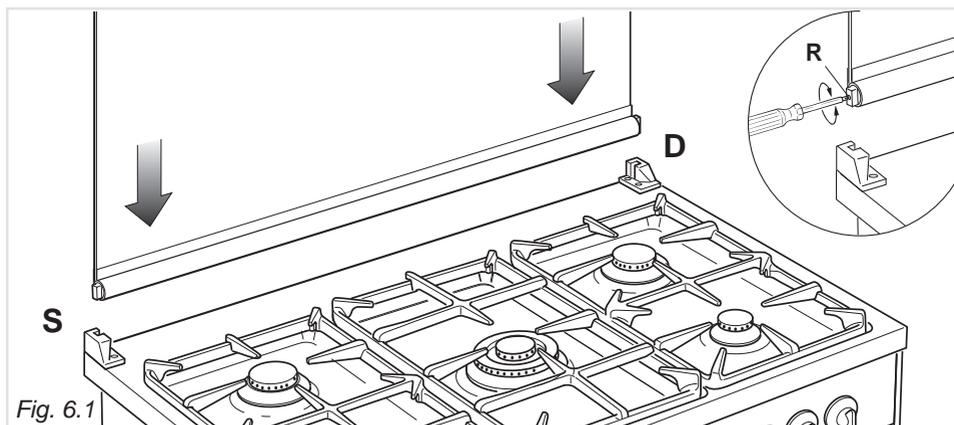

Fig. 6.1
- nella sede destra deve essere montata la cerniera con la stampigliatura “D” mentre nella sede sinistra la cerniera con la stampigliatura “S” (Fig. 6.1)
Eventualmente registrare la taratura delle molle delle cerniere ruotando le viti “R” in senso orario (fig. 6.1).